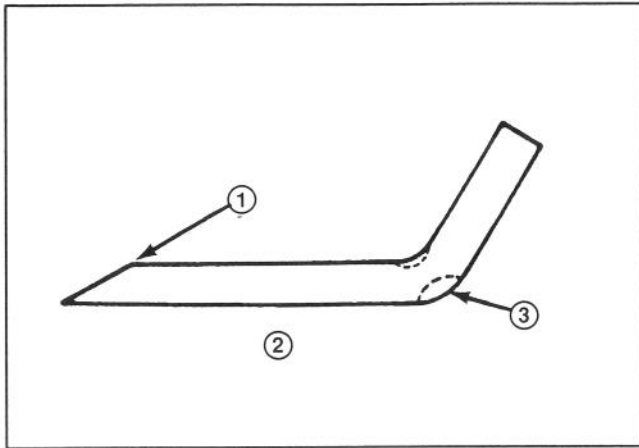

Abbildung 16
Das Schnittmesser bei jedem Hochkippen des Mähers prüfen. Wenn die Messerbalken-Befestigungsschraube locker ist, auf ein Moment von 61–81 Nm anziehen. Bei abgenutzten oder angerissenen Klingen oder Windflügeln (Abb. 16) an den Enden des Messerbalkens, den kompletten Messerbalken auswechseln. Verbogene oder unwuchtige Messerbalken auswechseln. Zur Gewährleistung der Sicherheit und besten Leistung immer nur echte TORO Ersatzmesser verwenden. NIE EIN 'PABT SCHON' ERSATZMESSER VERWENDEN.
7. Die Schnittfläche an beiden Enden des Messerbalkens mit Hilfe einer Feile schärfen (Abb. 16).